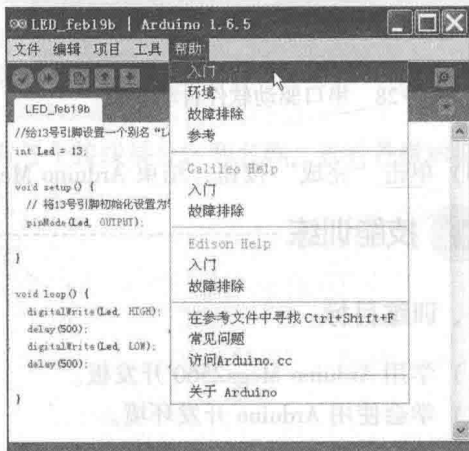

图 1-25 “帮助”菜单
(5) “帮助”菜单（见图 1-25）。执行帮助菜单下的相关子菜单命令，跳到指定帮助网络，提供 Arduino 编程过程的远程网络帮助。